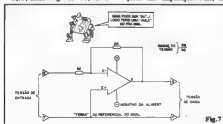

Fig. 7
- FIG. 7 - UM ARRANJO BÁSICO PARA UTILIZAÇÃO DE AMPLIFICADOR OPERACIONAL - Observem com **atenção** esta estrutura circuitual básica, que será vista e utilizada um "monte" de vezes, daqui pra frente, nas nossas "Aulas". No caso, estamos utilizando "ativamente" a função INVERSORA do Amp.Op. (notem que a ENTRADA "E-" é a que recebe o sinal...). Vemos também que a ENTRADA operacionalmente não utilizada (a não-inversora, "E+") encontra-se, simplesmente ligada ao "term" ou referencial de "zero" e que NÃO OBRIGATORIAMENTE corresponde à linha do **negativo** da Alimentação (detalhes na próxima figura...). Vemos também dois resistores (R1 e R2), correspondendo aos condi-